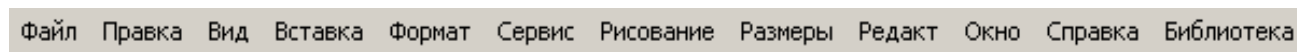

Рис. 4. Панель раскрывающихся меню
**Панель раскрывающихся меню**, или системное меню (рис. 4), содержит кнопки с названиями меню. При нажатии на кнопку открываются меню, в которых по функциональному признаку сгруппированы часто используемые команды AutoCAD.